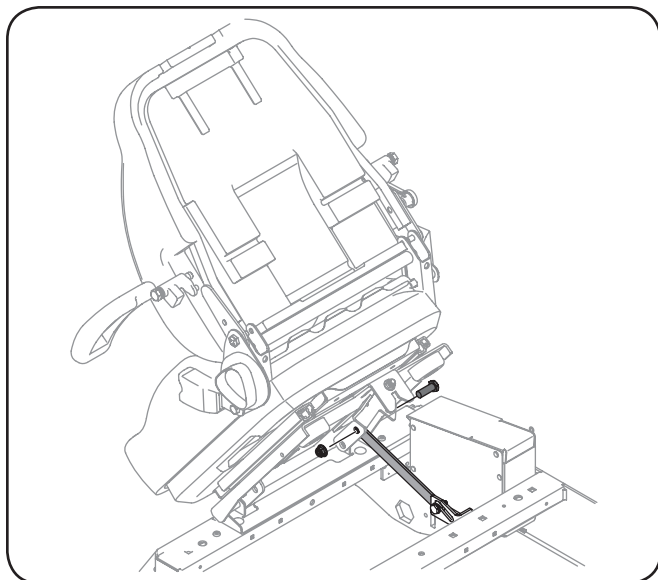

Figure 3-10
- Retirez le boulon à épaulement et l'écrou autobloquant à bride du sac contenant le manuel, puis installez la tige de support. Voir Figure 3-10.